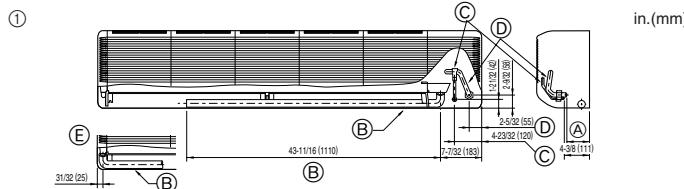

Fig. 4-5
① Posición de los tubos del refrigerante y de drenaje (Fig. 4-5)